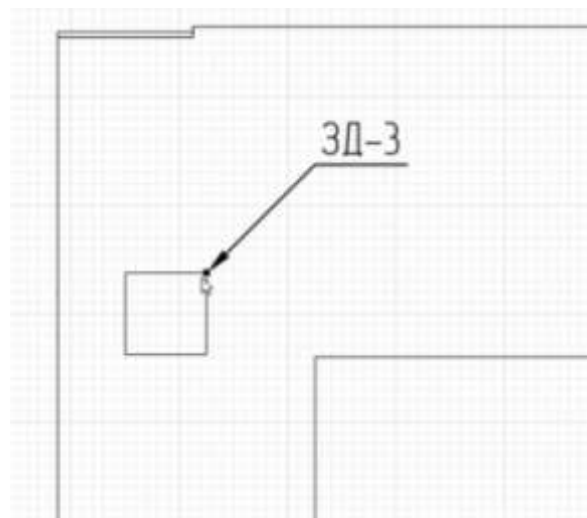

Рисунок 13.12 - Чертеж. Автоматические метки
11. Добавим основные виды на лист. Метки элементов, которым присвоены марки, можно проставить инструментом *Марка*. Достаточно навести на элемент, чтобы была указана марка элемента под курсором (рис. 13.12).